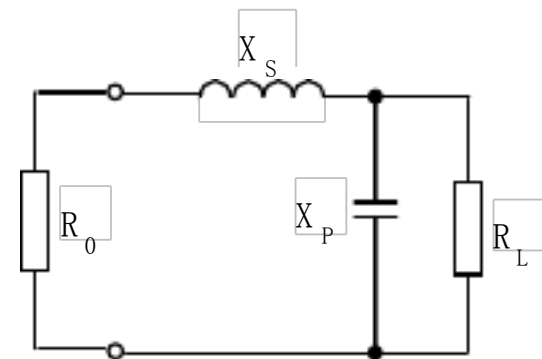

图 2.60 题 2.8 图
2.8 高频功放的输出经特性阻抗为 $50\ \Omega$ 的同轴电缆与天线相连接，已知功放电路工作频率等于 60MHz ，输出阻抗等于 $120\ \Omega$ ，为实现阻抗的匹配拟接入图 2.60 所示的网络，试计算电容 X_P 和电感 X_S 。